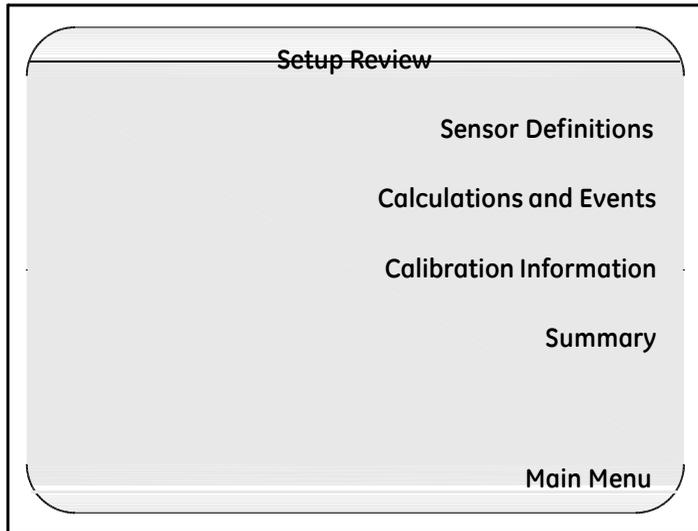

图 56: 设定检查界面
**Setup Review 查看设定** 界面显示, 如下页图 56 所示.